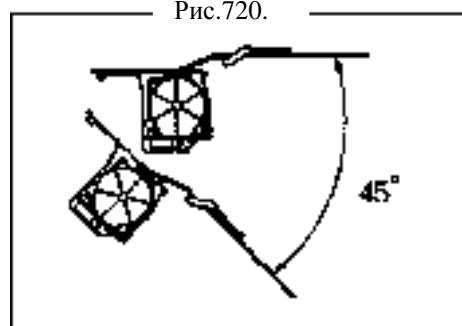

Рис.720.
(1) Проверьте возможность вынимания ремня безопасности при угле более 45° (рис.720).